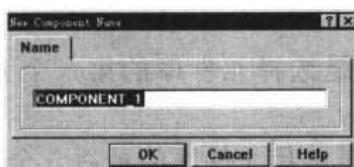

图 5-7 New Component Name（增加组元件名称）对话框
- Add 按钮：本按钮的功能是在元件组中增加一个元件。用鼠标单击此按钮后，将弹出如图 5-7 所示的 New Component Name（增加组元件名称）对话框，要求输入元件名称，完成后按下 OK 按钮。Group 选项区域将增加刚刚输入的元件，除了元件名称不同外，元件组内所有元件的功能、物理引脚完全相同。本按钮与菜单命令 Tools|Add Component Name 的功能相同。